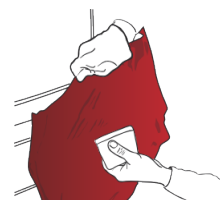

Figure 16
- › Si nécessaire, décoller, retendre le film, envelopper complètement la surface convexe et l'appliquer. (FIG. 16)